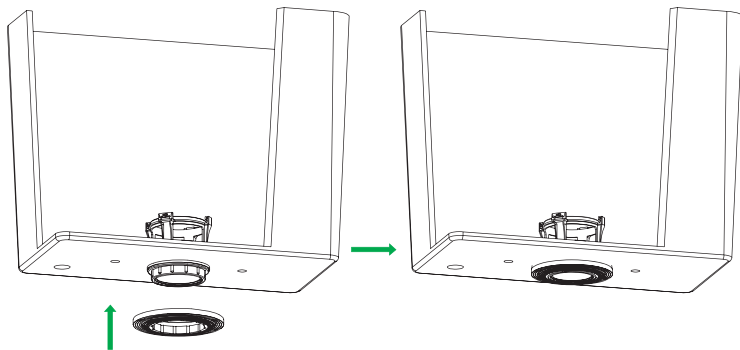

Рис. 14 / 14-сур.
1. Установите резиновую прокладку с наружной стороны дна бачка, как показано на рис. 14.